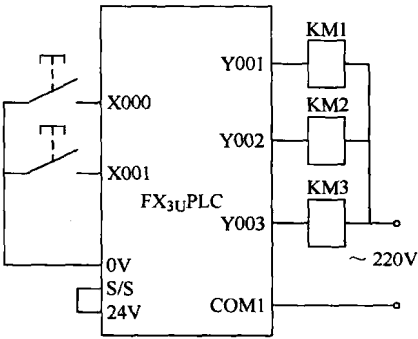

图 2-50 三台电动机的控制接线图
(1) 控制要求 按起动按钮，电动机 M1 立即起动；M1 运行 5s 后，电动机 M2 起动(M1 保持运行状态)；M2 运行 5s 后，电动机 M3 起动(M1、M2 保持运行状态)；起动过程中、起动完毕按停止按钮，电动机 M1、M2、M3 立即停止。
(2) I/O 分配和 I/O 接线图 X000：停止按钮；X001：起动按钮；Y001：电动机 M1 接触器 KM1；Y002：电动机 M2 接触器 KM2；Y003：电动机 M3 接触器 KM3。接线图如图 2-50 所示。
(1) 控制要求：按起动按钮，电动机 M1、M2 起动，5s 后 M2 停止，电动机 M3 起动，按停止按钮电动机全部停止。
(2) I/O 分配和 I/O 接线图 X000：停止按钮；X001：起动按钮；Y001：电动机 M1 接触器 $KM1$ ；Y002：电动机 M2 接触器 $KM2$ ；Y003：电动机 M3 接触器 $KM3$ 。接线图与图 2-50 相同。
(1) 控制要求 按起动按钮电动机 M1、M2 运行,3s 后切换为电动机 M2、M3 运行,再过 3s 后切换为电动机 M1、M3 运行,再过 3s 后电动机 M1、M2、M3 同时运行,起动过程中和起动完毕后,按停止按钮,电动机立即停止。
(2) I/O 分配和 I/O 接线图 X000: 起动按钮; X001: 停止按钮; Y001: 电动机 M1 接触器 KM1; Y002: 电动机 M2 接触器 KM2; Y003: 电动机 M3 接触器 KM3。接线图如图 2-50 所示。